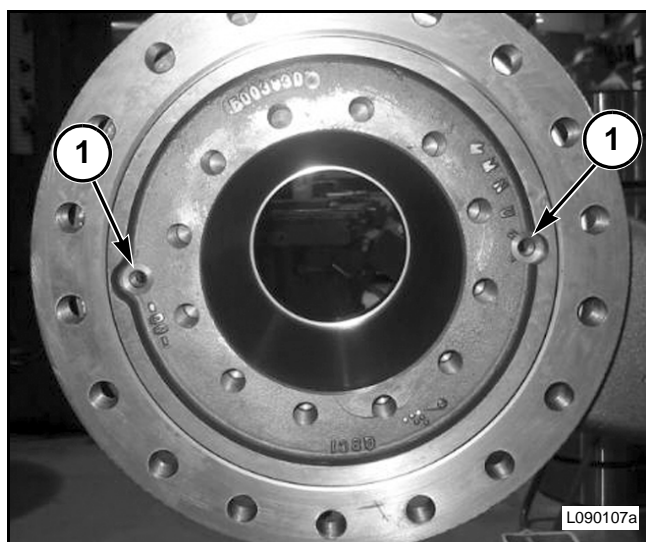

FIG. 75
FIG. 75: Conduzca la máquina en avance o en retroceso ligeramente para posicionar los tapones magnéticos (1) en la posición de las tres horas y las nueve horas. Estas dos posiciones son las únicas dos posiciones correctas para revisar el nivel de aceite en la maza de rueda motriz.